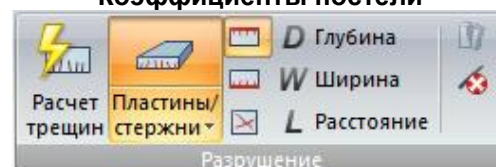

Рис. 102. Панель **Разрушение**
- **Разрушение** (рис.102) – расчет элементов физически нелинейных задач на образование и раскрытие трещин, отображение информации для анализа разрушений.
Панель **Разрушение** (рис.102) содержит следующие команды: